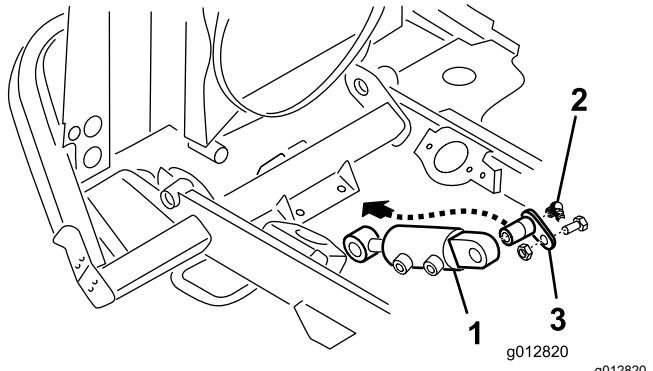

図 11
6. 油圧シリンダの固定側をフレームのクロス部材の下側に、ピボットピンで固定する図 11。
7. ピボットピンの端部に、グリスフィッティングを取り付ける図 11。